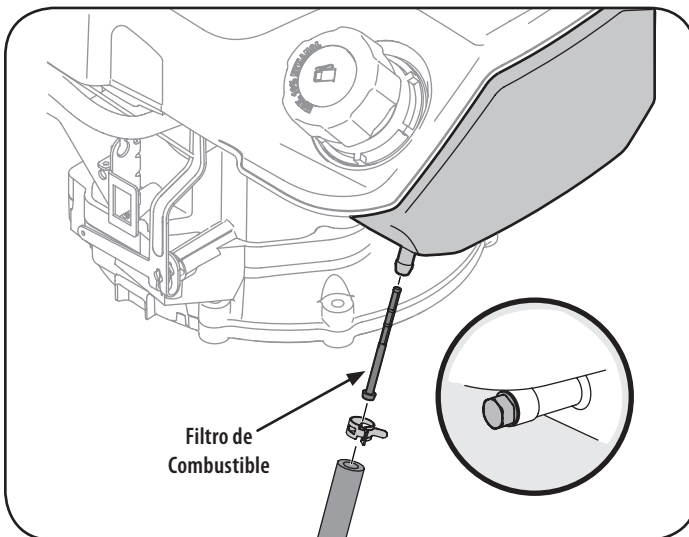

Figura 22
2. Quite la c-abrazadera de la línea de combustible y quite la línea de combustible de la salida de tanque. Ver la Figura 22.